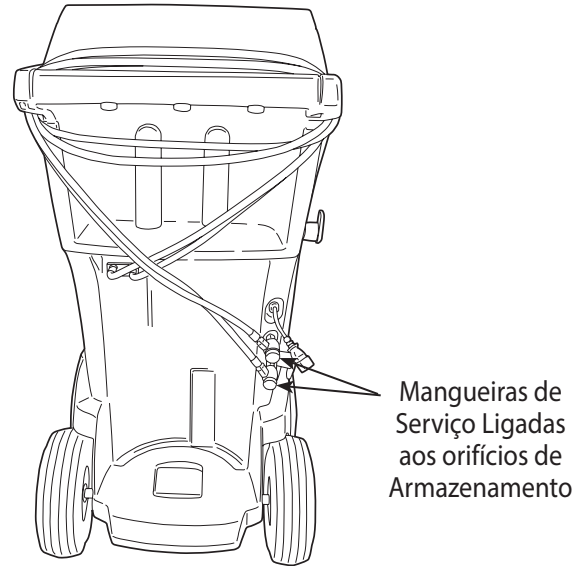

Figura 2
2. Quando lhe for pedido, ligue as mangueiras de serviço da máquina aos respectivos orifícios de armazenamento, como ilustrado na Figura 2.